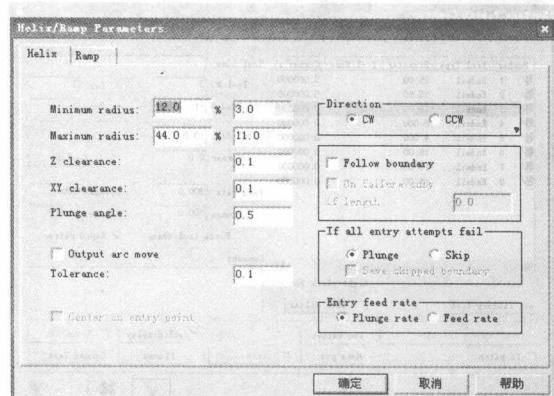

图 1-20 螺旋下刀参数
⑥ 单击 Entry-helix 按钮，螺旋下刀参数设置如图 1-20 所示。